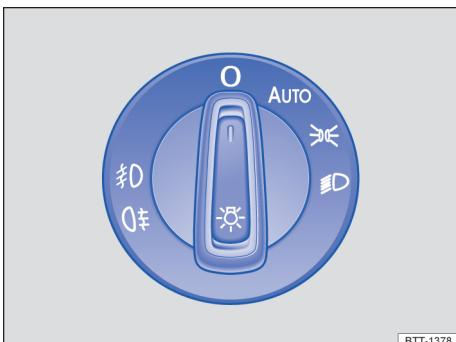

Fig. 107 Ao lado do volante: interruptor de luzes (uma variante).
- Gire o interruptor de luzes para a posição correspondente → Fig. 107: